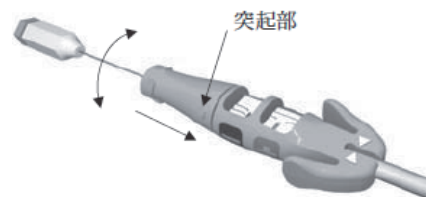

図4: 固定つまみがロックされた状態
- ③ 固定つまみを時計回りに回してスクリーを突出させ、心臓壁に固定する。固定つまみ上の突起部の動きもしくは突起部が指に当たる回数で回転数を確認する(図4)。